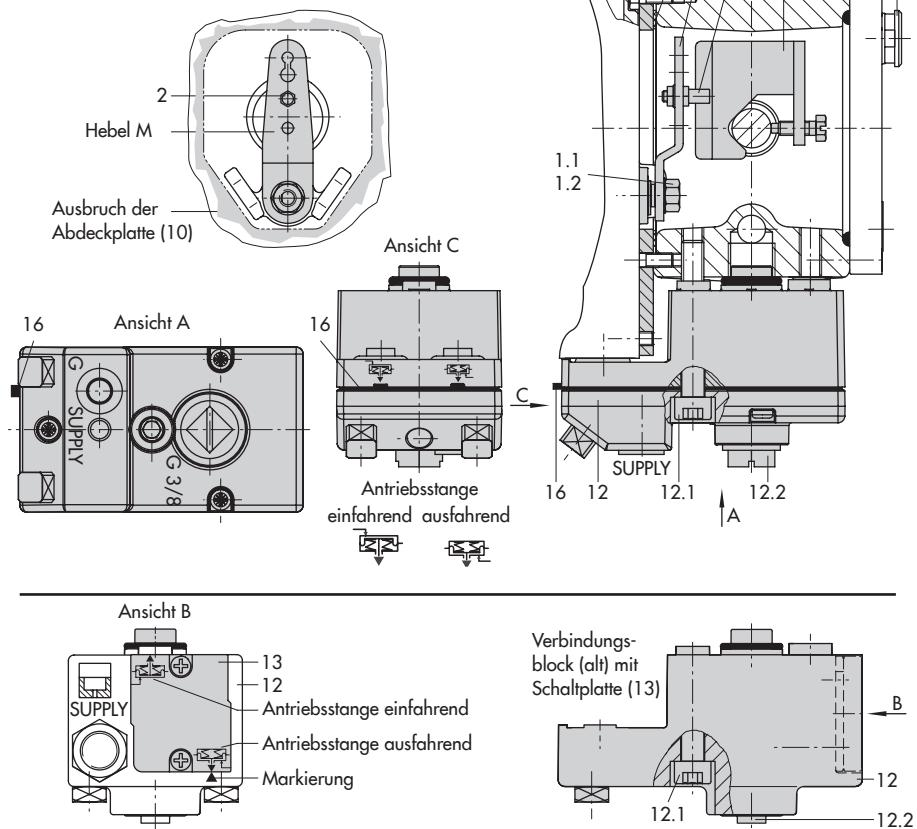

Bild 7: Direktanbau – Stelldruckanschluss für Antrieb Typ 3277 mit 175 bis 750 cm²
Antriebe mit 175 bis 750 cm² (vgl. Bild 7)
1. Mitnehmer (3) an die Antriebsstange setzen, ausrichten und so festschrauben, dass die Befestigungsschraube in der Nut der Antriebsstange sitzt.
2. Abdeckplatte (10) mit schmaler Seite des Ausbruchs (Bild 7 links) in Richtung zum Stelldruckanschluss befestigen, die aufgeklebte Flachdichtung (14) muss zum Antriebsjoch zeigen.
3. Bei Antrieben mit 355/700/750 cm² am Hebel **M** (1) auf der Stellungsregler-Rückseite den Abtaststift (2) aus Stiftposition **35** lösen und in die Bohrung für Stiftposition **50** umsetzen und verschrauben.
6. Kontrollieren, ob die Zunge der Dichtung (16) seitlich am Verbindungsblock so ausgerichtet ist, dass das Antriebsymbol für „Antriebsstange ausfahrend“ bzw. „Antriebsstange einfahrend“ mit der Ausführung des Antriebs übereinstimmt. Andernfalls müssen die drei Befestigungsschrauben entfernt, die Deckplatte abgehoben und die Dichtung (16) um 180° gedreht wieder eingelegt werden.
Beim alten Verbindungsblock (Bild 7 unten) muss die Schalplatte (13) so gedreht werden, dass das entsprechende Antriebssymbol zur Pfeilmarkierung ausgerichtet ist.
7. Verbindungsblock (12) mit seinen Dichtringen an Stellungsregler und Antriebsjoch ansetzen und mit Befestigungsschraube (12.1) festziehen. Bei Antrieb